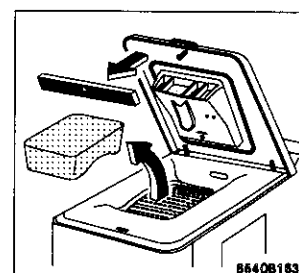

Fig. 2
- Ouvrez le couvercle de l'appareil et retirez la cale qui bloque le tambour et celle en mousse noire. Refermez le couvercle (fig. 2).